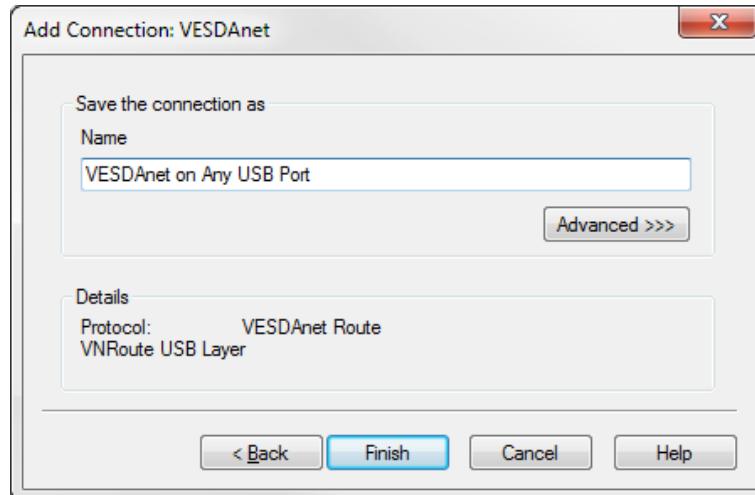

Figura 5-4: Introducir un nombre de conexión
- Introduzca un nombre exclusivo para la conexión o acepte el nombre generado previamente y, a continuación, seleccione **Finalizar** ("Finish") (Figura 5-4).